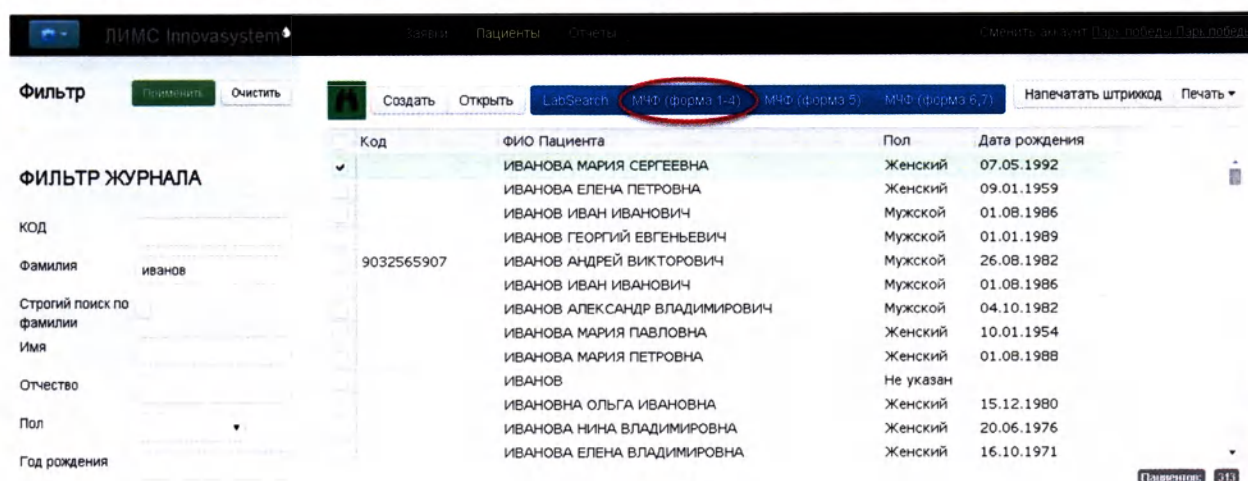

Рисунок 2.69
1. На этапе выбора регистрационной формы выберите форму МЧФ с номером соответствующим номеру бумажного бланка, например МЧФ форма (1-4) (Рисунок 2.69):